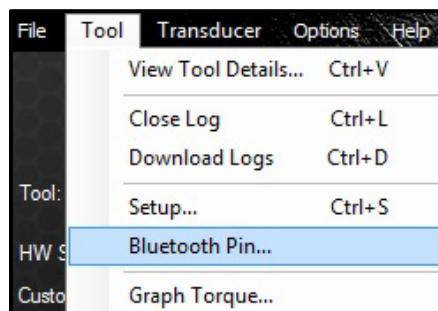

Figure 5.8-1: Bouton **Bluetooth Pin**
- À partir du menu « Tool », sélectionnez « **Bluetooth Pin** » (Figure 5.8-1).